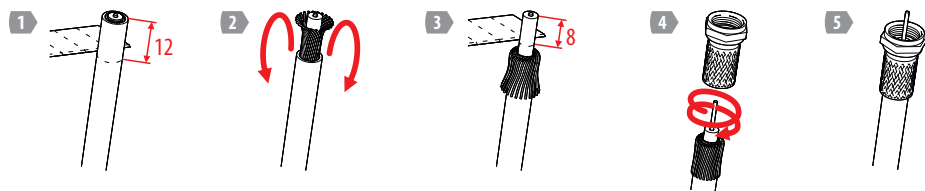

Рис.6 Разделка коаксиального кабеля и установка F-разъема
6.5 Присоедините коаксиальный кабель к F-разъему усилителя антенны. В случае использования кабеля большей длины, разделайте его и установите F-разъем как показано на рис.6. После подключения произведите гидроизоляцию разъема с помощью защитного колпачка, под который следует нанести нейтральный герметик. При его отсутствии — с помощью ПВХ-изоленты и нейтрального герметика.